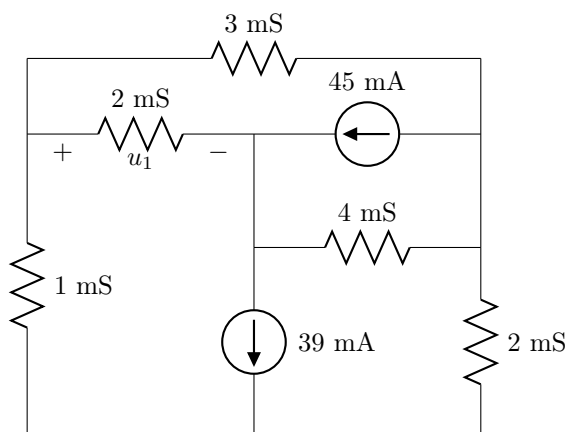

Figura 3.6: Circuito del problema 8.
8. Halla  $u_1$  en el circuito de la figura 3.6. Haz un balance de potencias, y comprueba que la potencia suministrada por las fuentes es igual a la absorbida por los receptores.